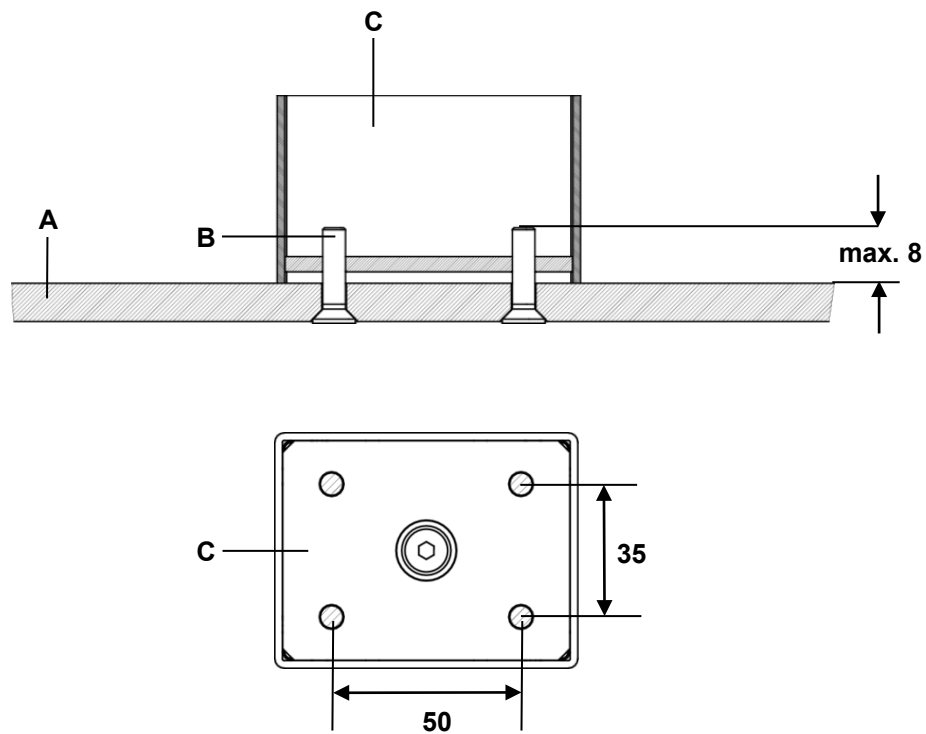
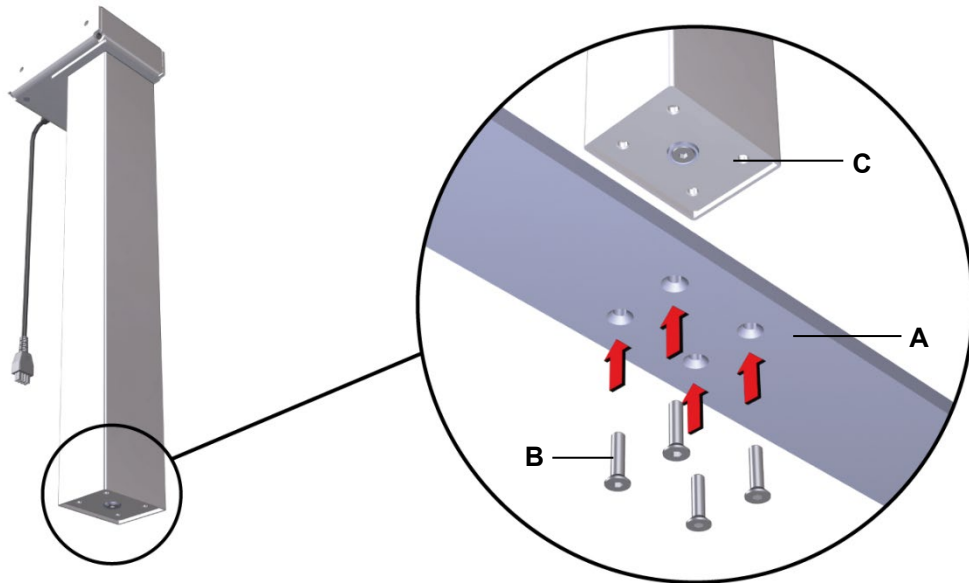

Abbildung 24 Montage Tischfuß (Variante D) (Angaben in mm)
Abbildung 25 Beispiel: Montage Tischfuß (Variante D)
- Verwenden Sie Senkkopfschrauben M6 (Festigkeitsklasse 8.8), wie in Abbildung 24 gezeigt. Das Anzugsdrehmoment darf maximal 10 Nm betragen.
- 1 Schrauben Sie den Tischfuß mit vier Schrauben an das Fußende der Hubsäulen DD11S / DD21S, wie in Abbildung 25 gezeigt (maximales Anzugsdrehmoment 10 Nm). Die Montagemaße entnehmen Sie Abbildung 24.